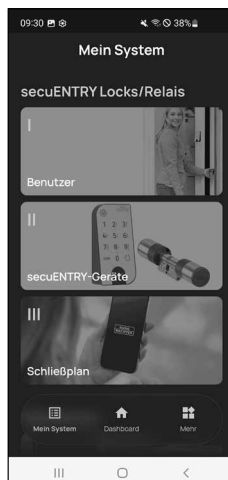

Fig. 8
- 5 Ora è possibile uscire dal menu (I - Benutzer) (I - Utente). Tornare al menu "Mein System" (II mio menu) (Fig. 8).